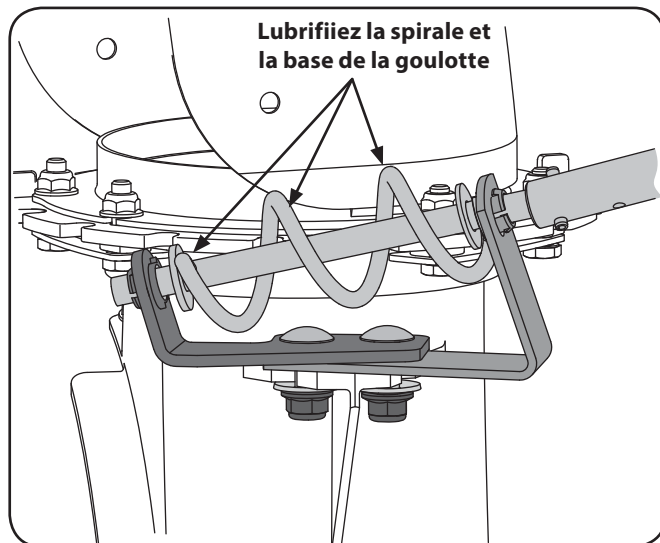

Figure 6-1
La spirale à l'extrémité de l'arbre de la commande de la goulotte et la base de la goulotte d'éjection doivent être lubrifiées avec de la graisse tout usage une fois par saison. Voir Figure 6-1.
1. Desserrez, sans complètement retirer, les deux écrous à bride qui servent à fixer le support au boîtier de la souffleuse à neige. Voir Figure 6-1.